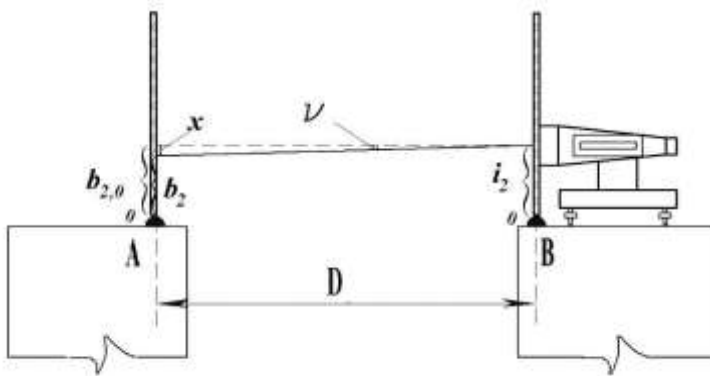

Рис. 18. Нивелирование линии $B - A$
14. Переносят нивелир в т. B (рис.18) и повторяют действия пунктов 2–12. При этом отсчёты по линейке, показанные в табл. 2, обозначены индексом "2", т.е.: